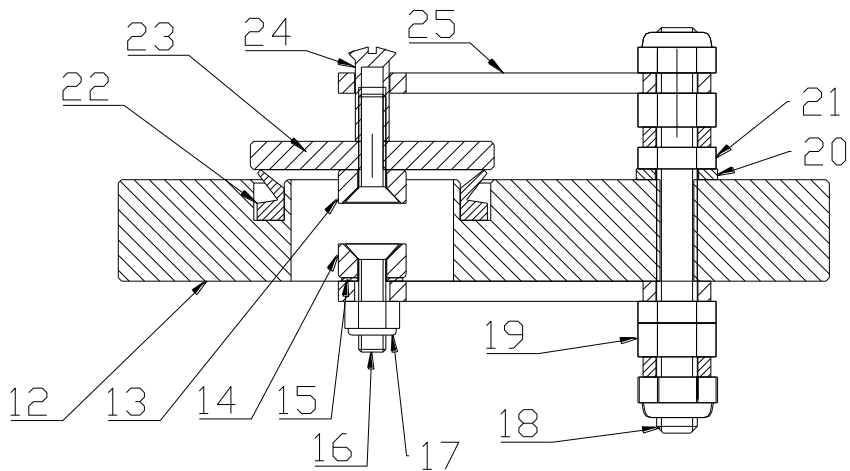

Bild 1
(siehe auch Bild 1)
(siehe Bild 1)
7. Reparatur (siehe Bild 1)